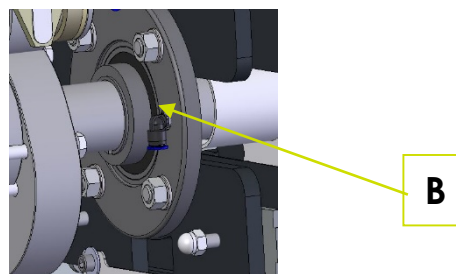
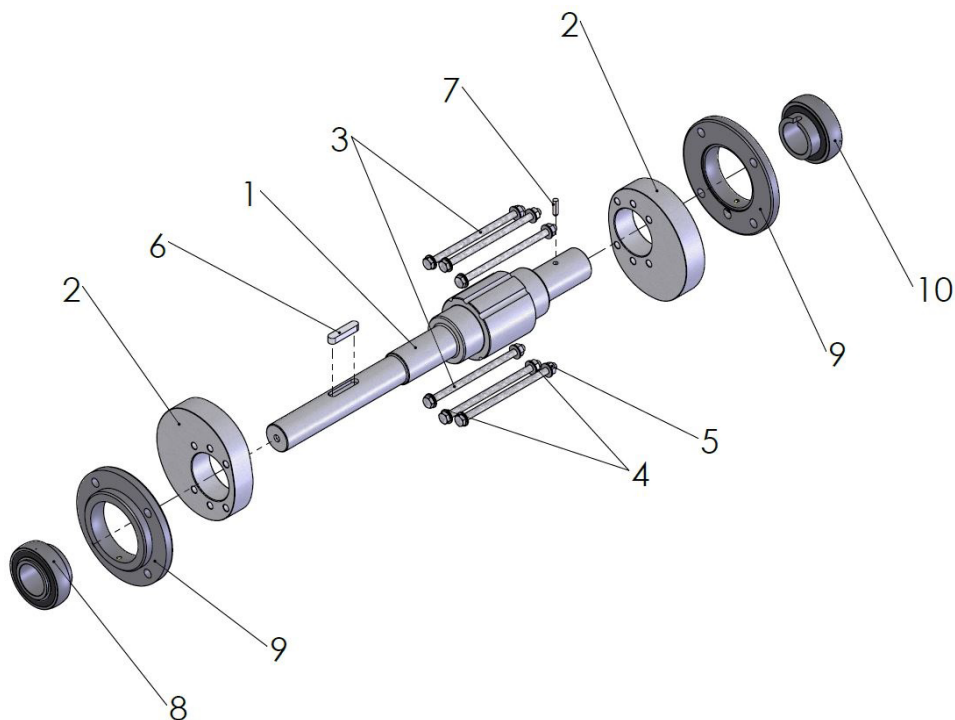

Fig. 8-5: Montage du système d'entraînement Conduites de graissage sur le côté droit
Fig. 8-6: Vue éclatée du dispositif d'entraînement
6. Serrer le palier fixe (8) (Fig. 8-5 : Vue éclatée du dispositif d'entraînement) selon les indications du fabricant (chapitre 12.6 « Indication du fabricant pour la fixation du roulement auto-aligneur ») (sécuriser la position de montage selon Fig. 8-6 : Cotes de prémontage et avec l'écrou de blocage crénelé).
- Les numéros de position indiqués dans les étapes de travail se réfèrent à la Fig. 8-5 : Vue éclatée du dispositif d'entraînement.